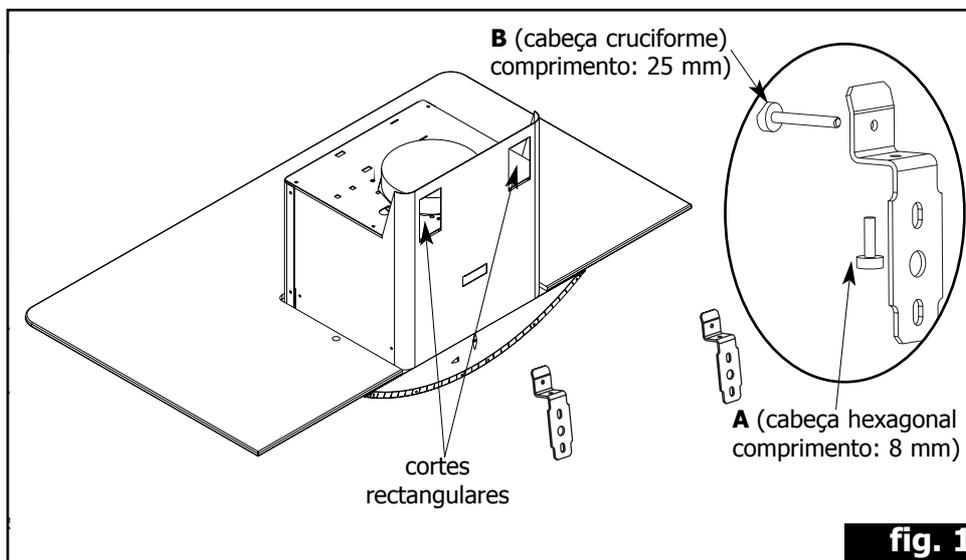

fig. 1
- Fixe os dois suportes à parede com a ajuda dos 4 parafusos e cavilhas fornecidos com o aparelho (fig.1).
- Nivele a altura e o nível manobrando os parafusos de ajustamento "A" dos suportes (fig.1) em seguida bloqueie o exaustor contra a parede apertando os parafusos "B" (fig.1).